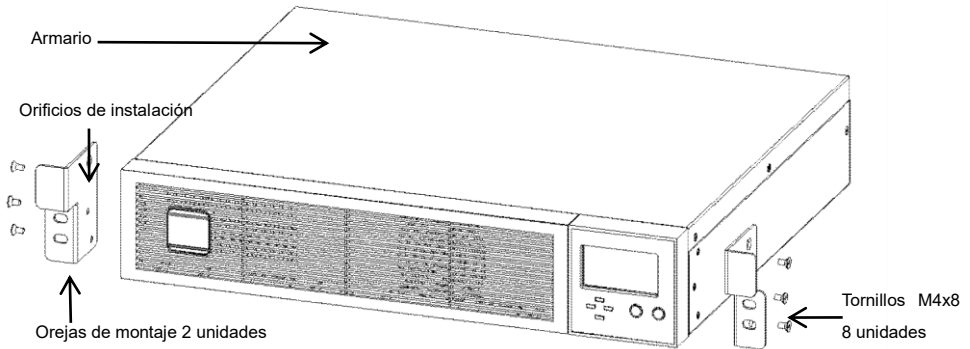

Figura 5-7 Instale las orejas de montaje
- 1) Saque las orejas de montaje (2 unidades) y los tornillos M4×8 (6 unidades) de los accesorios y fije las orejas de montaje al armario con los tornillos a través de los orificios de instalación, como se muestra en la Figura 5-7.